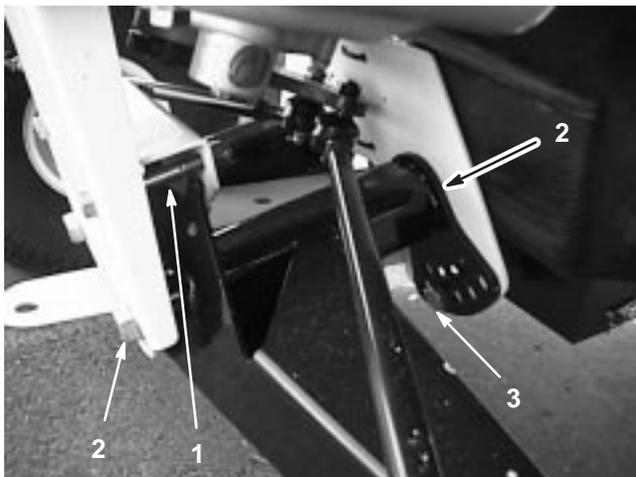

Figure 34
2. Enlevez le boulon limiteur de course (Fig. 34).
3. Desserrez les boulons de centrage dans le bras triangulé avant (Fig. 34).
4. Retirez le boulon de réglage de hauteur de caisse (Fig. 34).
5. Tournez le bras triangulé avant à la position voulue (voir la remarque ci-après), puis remettre en place le boulon de réglage de hauteur de caisse (Fig. 34).
7. Remettez le boulon limiteur de course (Fig. 34).